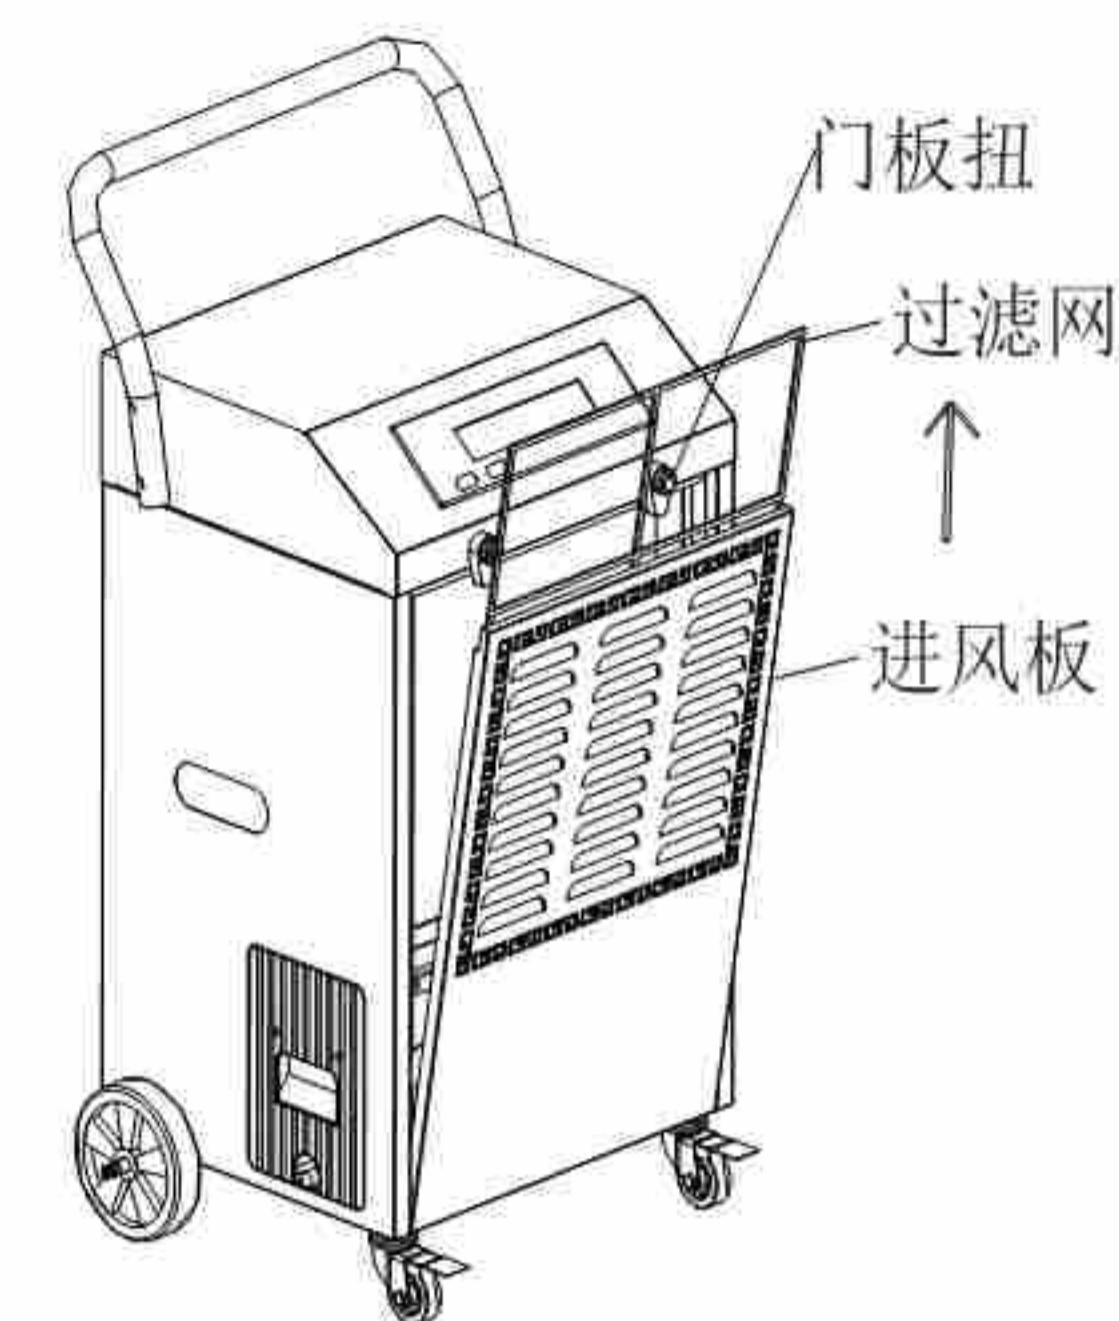

图3
- 1.如图3,将门板扭扭开,打开进风板,将过滤网扣手向上拉,过滤网即可取出。